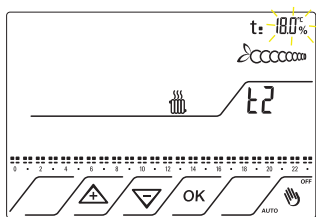

Fig.29
7.7 Successivamente compare la fascia di temperatura relativa a T2. Lampeggia la relativa temperatura impostata  $18^{\circ}\text{C}$ . Fig.29